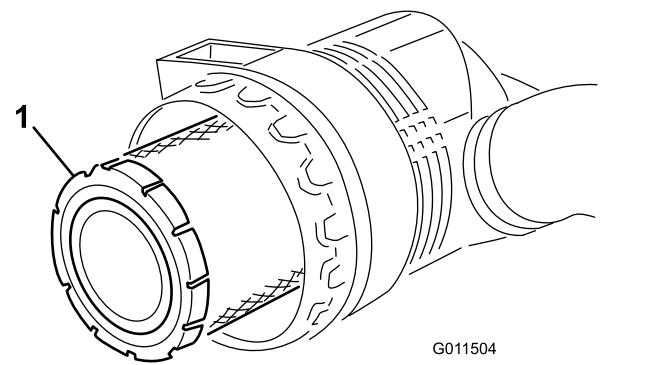
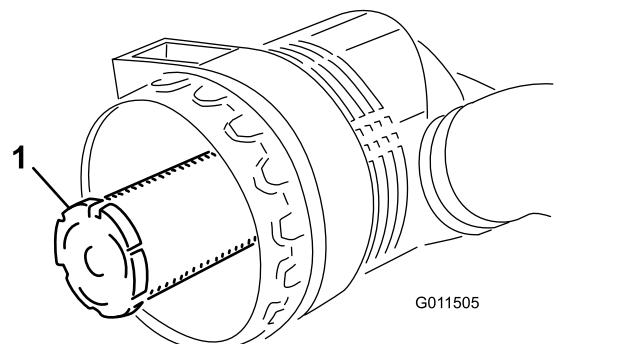

Figure 72
Figure 73
- Déposez le préfiltre (Figure 72). Il est déconseillé de nettoyer les éléments usagés car cela risque d'endommager le matériau du filtre. Vérifiez que l'élément de recharge n'a pas été endommagé pendant le transport. Vérifiez l'extrémité d'étanchéité du filtre et du boîtier. N'utilisez pas l'élément s'il est endommagé. N'enlevez pas l'élément de sécurité (Figure 73).
Important: N'essayez jamais de nettoyer l'élément de sécurité (Figure 73). Remplacez-le une fois sur trois, quand vous effectuez l'entretien du préfiltre.
4. Remplacez le préfiltre (Figure 72).